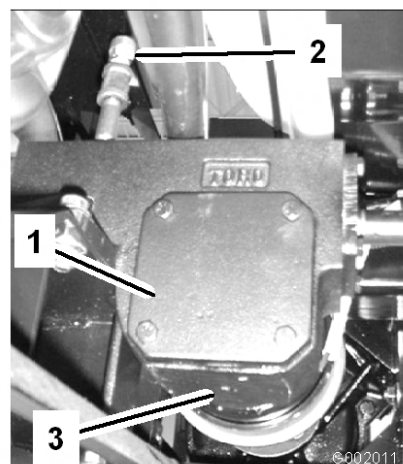

Figura 66
- Coloque un recipiente debajo del tapón de vaciado de la caja de engranajes de la transmisión de la bomba (Figura 66).
- Retire el tapón de llenado y el tapón de vaciado (Figura 66) y deje fluir el aceite al recipiente.